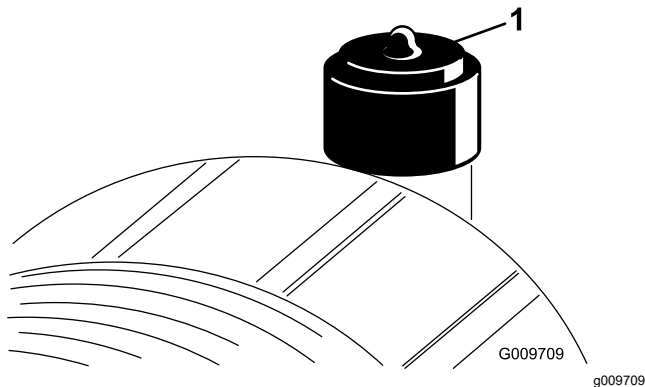

Figure 84
Faites l'entretien du filtre à air uniquement quand l'indicateur de colmatage (Figure 84) indique que cela est nécessaire. Changer le filtre à air prématurément ne fait qu'accroître le risque de contamination du moteur par des impuretés quand le filtre est déposé.
9. Réarmez l'indicateur de colmatage (Figure 84) s'il est rouge.